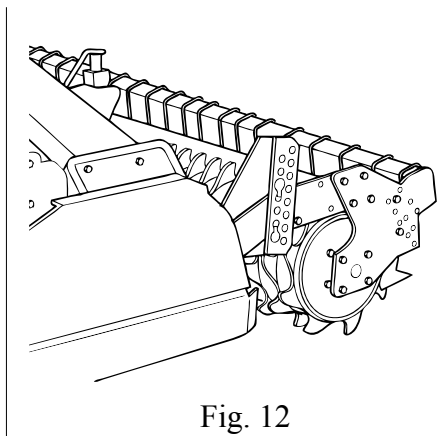

Fig. 12
1. Attraverso spine laterali (standard - Fig. 12). Questa soluzione permette oltre alla regolazione della profondità, di avere il rullo posteriore flottante (ideale in presenza di sassi).